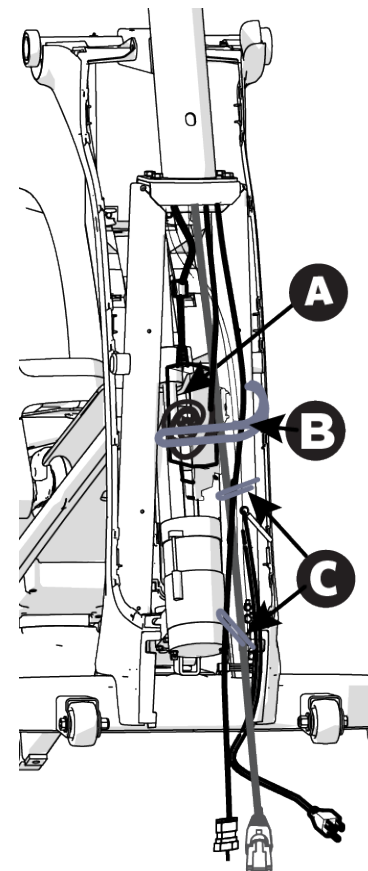

Рисунок 4b
2. Сверните все кабели — коаксиальный, удлинитель питания и Ethernet — и, придерживая источник питания на держателе одной рукой, другой рукой зафиксируйте его на вертикальной опоре с помощью стяжки (см. рисунок 4b).